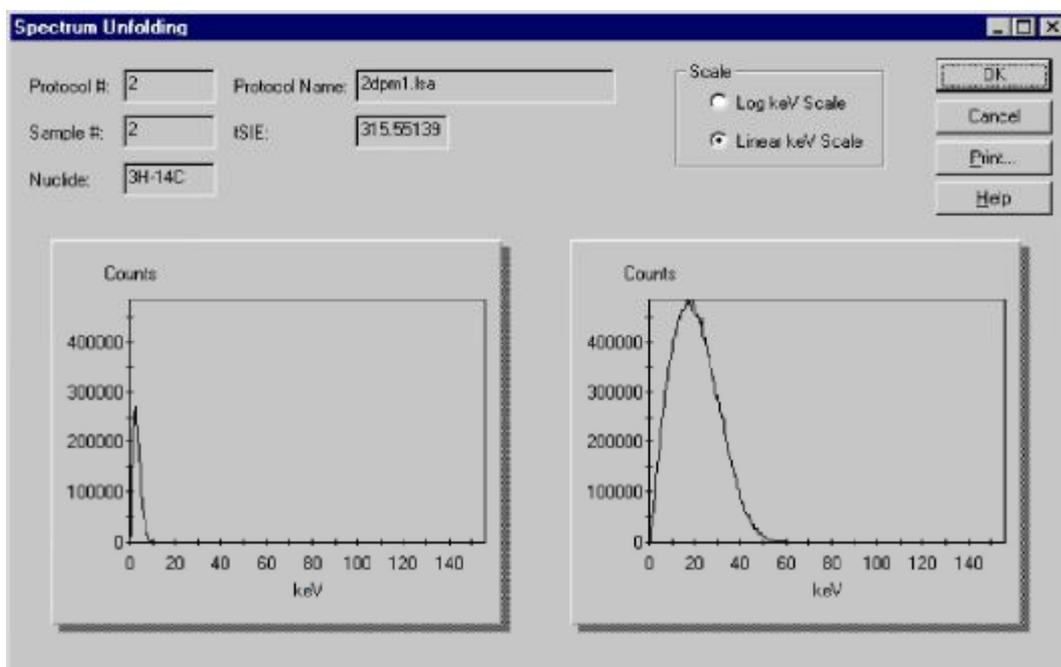

Рисунок 3-35. Spectrum Unfolding (Спектральная развертка).
Выберите **Tools | Spectrum Unfolding (Инструменты | Спектральная развертка)** для просмотра трехмерного отображения отдельного индивидуального спектра для каждого нуклида в ходе процедуры счета образца с DPM с двойной меткой или полным спектром (FS) (Рисунок 3-35).